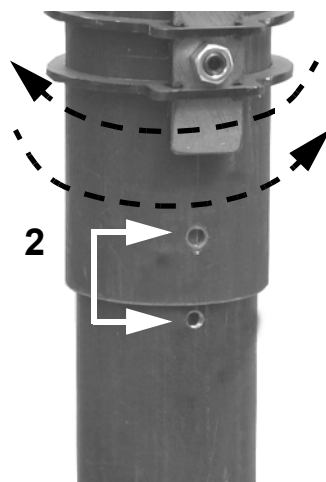
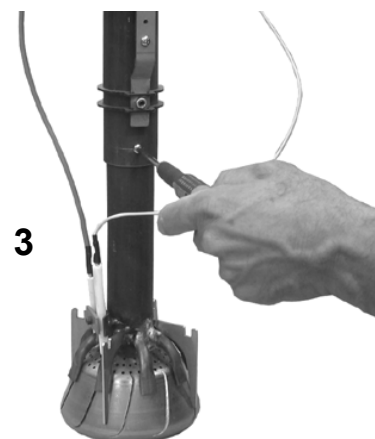

Fig. 9
Fig. 10
- 4 Extraer los 4 tornillos que fijan la tobera al botón (Fig. 9).
- 2 Bajar la parte final de la cabeza de combustión, moviendo la con una ligera rotación alternada hasta que los agujeros indicados coincidan (Fig. 9) y fijar el tornillo indicado en Fig. 10.